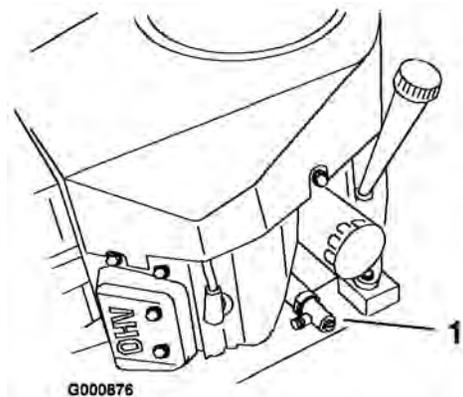

Figura 25
5. Deslice el tubo de vaciado sobre la válvula de vaciado de aceite (Figura 25).
6. Coloque un recipiente debajo del tubo de vaciado de aceite. Utilice un destornillador plano o una llave de 10 mm para abrir la válvula (Figura 25).
7. Gire el extremo de la válvula en el sentido contrario a las agujas del reloj para abrir la válvula (Figura 25).
8. Cuando el aceite se haya drenado completamente, gire el extremo de la válvula en el sentido de las agujas del reloj para cerrarla (Figura 25).
10. Limpie alrededor de la varilla de aceite y desenrosque el tapón (Figura 25).
11. Vierta lentamente un 80% aproximadamente de la cantidad especificada de aceite por el tapón de llenado (Figura 25). Consulte Mantenimiento del aceite del motor, en Mantenimiento del motor, página 26.